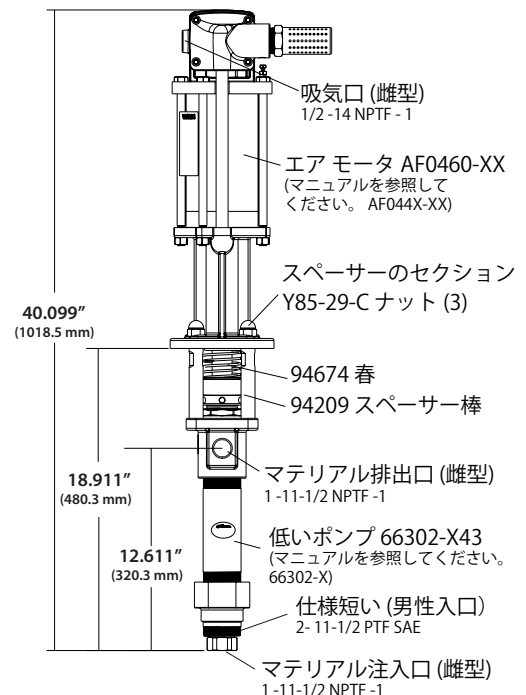

図 1
- 3 つの (Y85 29 C) ナット 3 スペーサ棒から削除します。(図 1 を参照)。